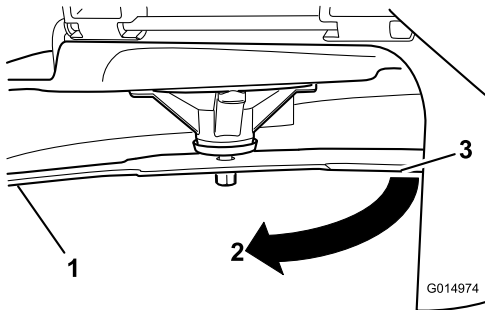

**Figura 51**
5. Mida desde la punta de la cuchilla hasta la superficie plana (**Figura 51**).